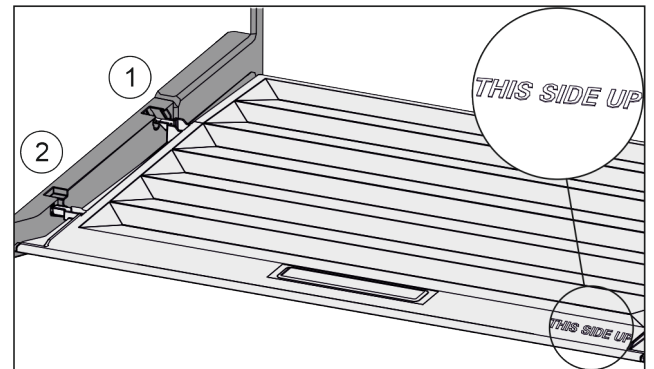

Fig. 127
- ▶ Introduire les rainures du couvercle par l'orifice du support arrière Fig. 127 (1) et les enclencher à l'avant dans le support Fig. 127 (2).